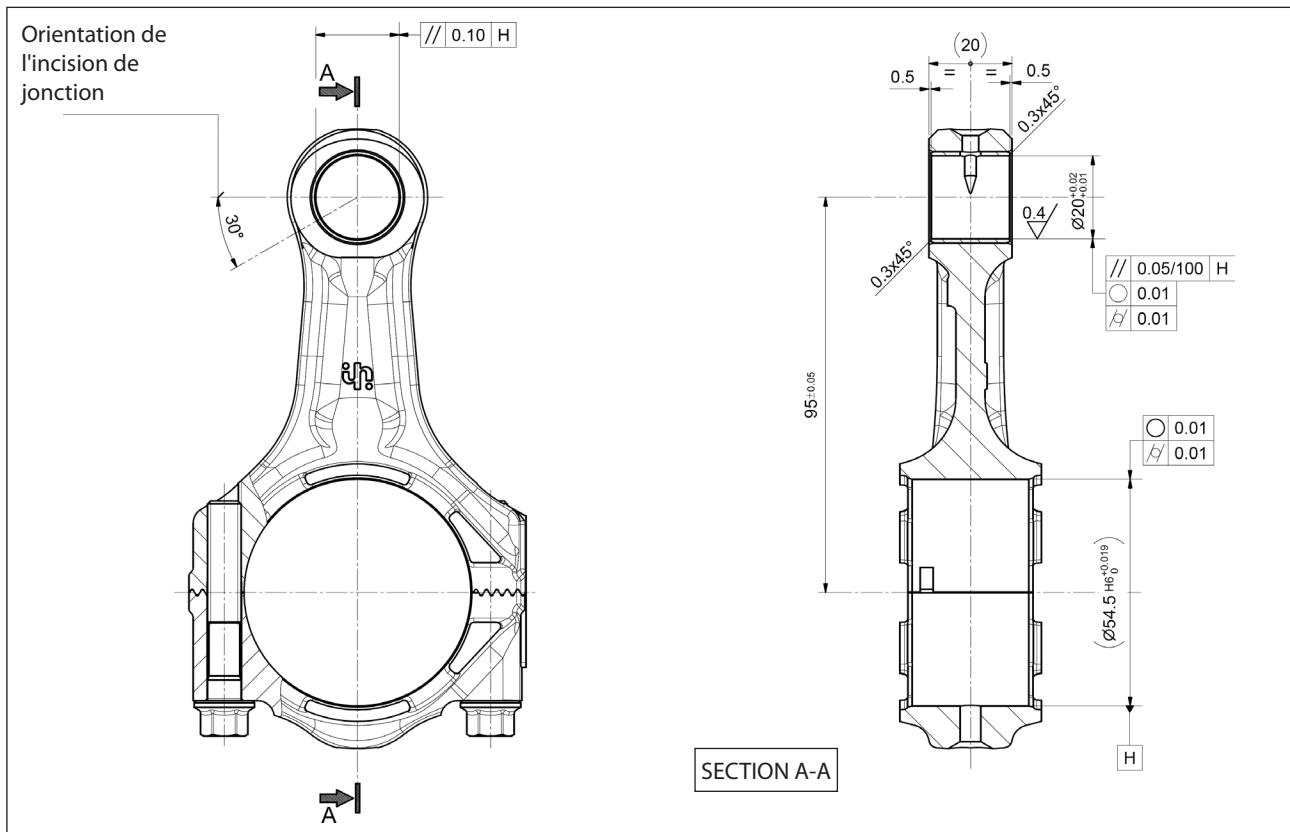

Fig. 69
- l'incision de la jonction doit être orientée comme l'indique la Fig. 69.
Après quoi, procéder aux opérations mécaniques en respectant impérativement les dimensions et les tolérances indiquées Fig. 69.